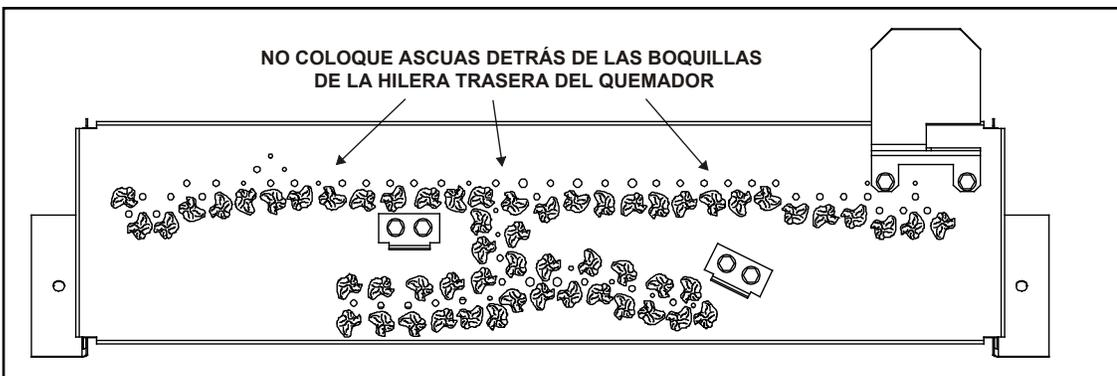

Figura 56. Colocación de las ascuas
- Coloque piezas pequeñas del material de ascuas en la parte superior del quemador (Figura 56). NO presione las ascuas dentro de las boquillas del quemador. Cubra la parte superior del quemador con una sola capa de ascuas. NO coloque las ascuas detrás de la hilera de boquillas trasera, tal y como se ilustra en la Figura 56.